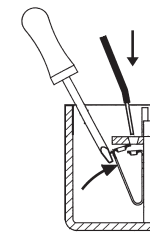

Fig.2
- Para ligar os fios eléctricos aos terminais da fechadura, premir as patilhas conforme indicado na figura até alinhar os furos e introduzir o fio já escarnado (**fig. 2**).
- Para conectar los cables a los bornes de la cerradura, apretar cada lengüeta como en la figura, hasta la alineación de los orificios e introducir los cables ya pelados (**fig. 2**).
- In order to connect the wires up to the lock terminals, press each tab, as shown in the diagram, until the holes are aligned, and then insert the cables after removing the insulating material from their ends (**fig. 2**).